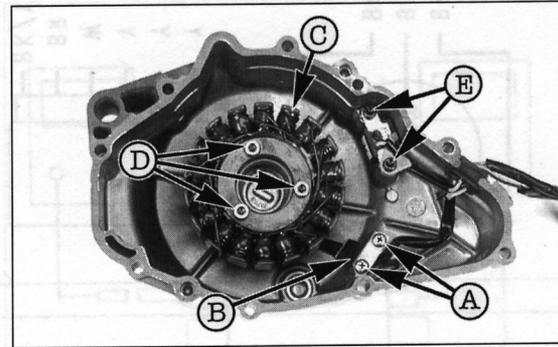

Bild 119
- **TIP** Falls Starter ausgebaut werden soll: Zwei Befestigungsschrauben «A» Bild 119 ausdrehen, Kettenführung «B» samt Strebe «C» abnehmen. Ritzel «D» samt Kette «E» vom Starter abziehen.